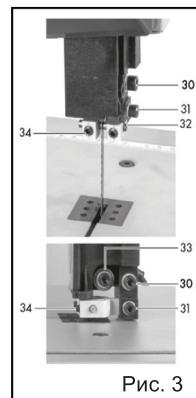

Рис. 3
5. Проверьте поперечное положение боковых направляющих (рис. 3, 4): Проверьте боковые направляющие, вид спереди, поворачивая ведомый шкив. Контрольное положение: Пыльное полотно почти касается направляющих штифтов (32): Зазор приблизительно 1/2 мм. Нет трения пыльного полотна о направляющие штифты.